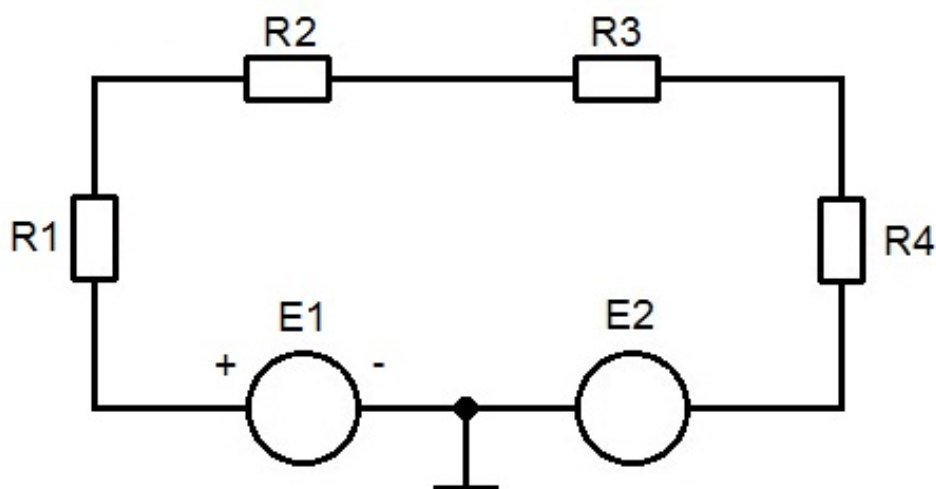

Рис. 1 Схема 1
4.1 Для схемы, изображенной на рис. 1, при согласованном и встречном включении источников ЭДС E_1 и E_2 , определить по закону Ома общий ток I в цепи и падение напряжения U_{R_1} , U_{R_2} , U_{R_3} , U_{R_4} на элементах цепи.